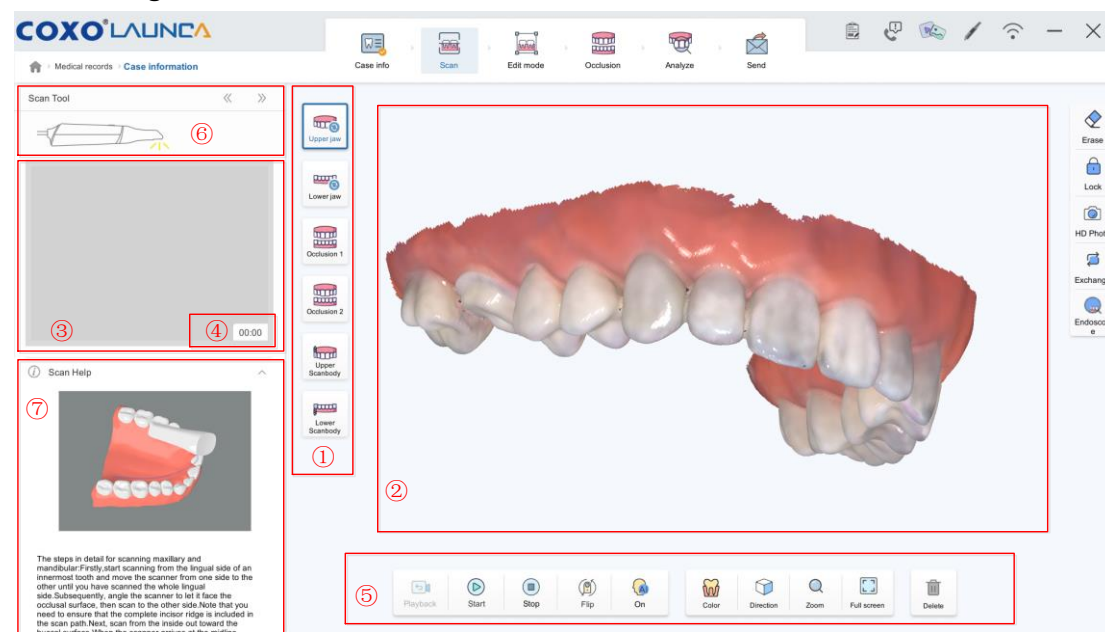

Fig. 4-8-1
3	Fereastra de imagine 2D: Această fereastră este afișată în timp real în timpul scanării. Atunci când scanarea nu începe, fereastra este în gri dreptunghiular prezentată în zona ③ din Fig. 4-8-1.
- Apăsați butonul „Stop” din interfața utilizatorului (situat în zona ⑤ a Fig. 4-8-1) pentru a opri scanarea.